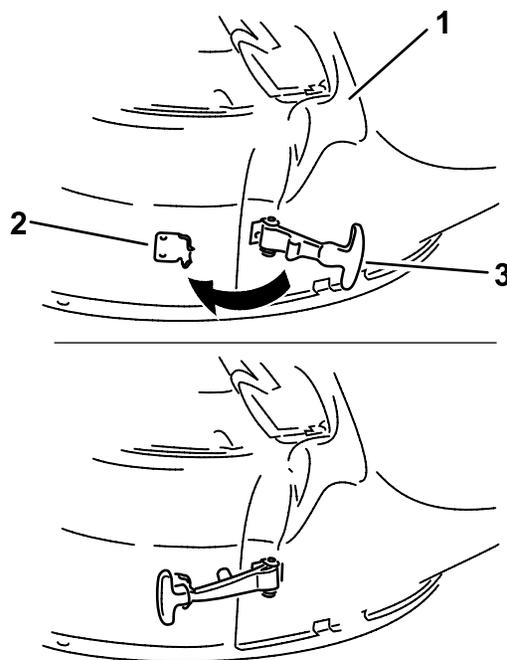

Figure 17
5. Accrochez le verrou flexible de la goulotte à la gâche de retenue qui est soudée sur le plateau de coupe (Figure 17).